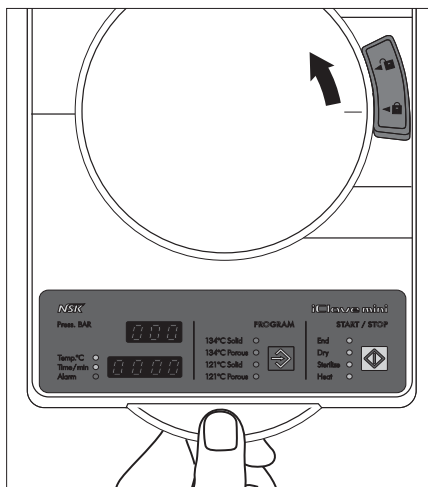

図 9
- 5) ドアのつばを押さえながら、ドアハンドルノブを“”と“”が合う位置まで、“”側にスライドさせます。（図 9）